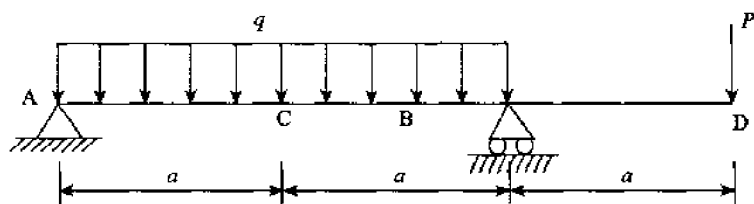

图 9-27
1. 如图 9-27 的结构, 若 A、B、C 三截面的挠度分别以 y_A 、 y_B 、 y_C 表示, 各杆均由同一样材料制成, 都是等截面圆杆, 则_____。
2. 欲使 AD 梁 C 点挠度为零(见图 9-27), 则 P 与 q 的关系是: